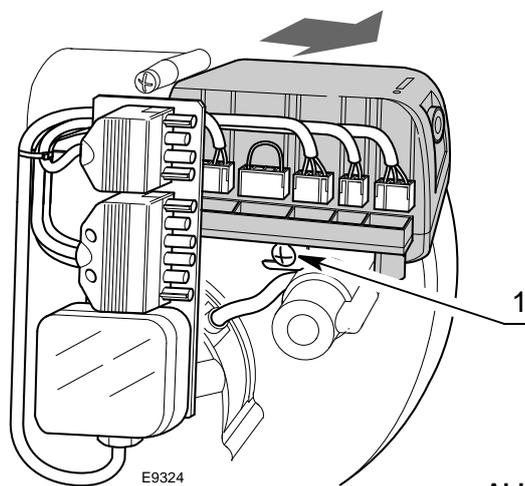

Abb. 17
- alle an ihm angeschlossenen Verbinder, den 4-poligen Stecker, den 6-poligen Stecker, die Hochspannungskabel und den Erdleiter (TB) abnehmen;
- die Schraube 1)(Abb. 17) abschrauben und das Steuergerät in Pfeilrichtung ziehen.
- die Schraube 1)(Abb. 17) mit einem Anzugsmoment von 1 ÷ 1,2 Nm anschrauben;